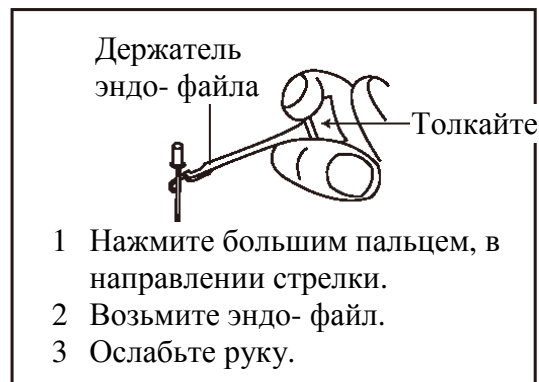

Рисунок 16
- 6.2.5 Зафиксировать файл держателем файла и ввести в корневой канал. Когда расстояние будет меньше 2 мм, раздастся непрерывный звуковой сигнал [Рисунок 16].